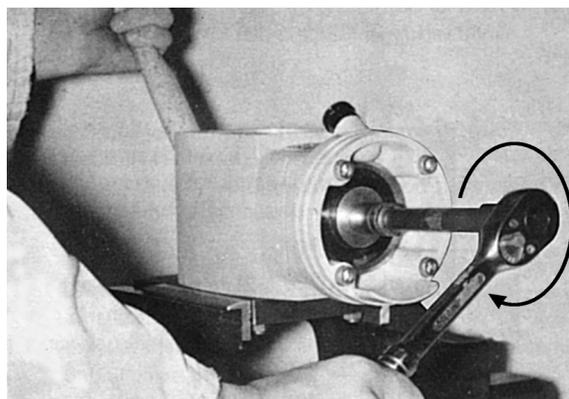

Fig. 14.
7. Faire tourner le renvoi dans le sens normal de rotation (sens d'horloge) tout en le freinant avec force, en essayant de bloquer le cône du pignon avec une poignée de bois, voir figure 14. La couleur de marquage sera étalée aux endroits où les dents des engrenages entrent en contact les unes avec les autres et l'on aura de cette façon une image bien nette du contact des dents dans le sens de la largeur comme dans le sens de la hauteur.